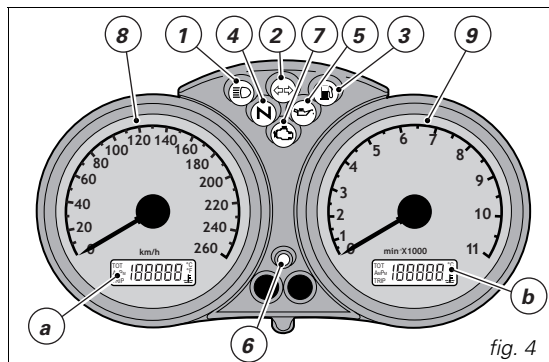

fig. 4
## Tableau de bord (fig. 4)
Cette procédure permet donc à l'usager, en cas de problèmes à l'antidémarrage électronique, de désactiver la fonction "blocage du moteur" signalée par l'allumage du témoin jaune ambre EOBD (7, fig. 4).
Le témoin EOBD (7, fig. 4) s'éteint après une durée préfixée de 8 secondes.
4) Comptez un nombre de clignotements du témoin EOBD (7, fig. 4) équivalent au premier chiffre du code secret.
1) si le code est reconnu, le témoin (6, fig. 4), placé sur le tableau de bord, produit un bref clignotement ; le système de protection a saisi le code de la clé et désactive le blocage du moteur. En appuyant sur le bouton START (3, fig. 14.1), le moteur se met en route.
2) Si le témoin (6, fig. 4) ou le témoin EOBD (7, fig. 4) demeurent allumés, le code n'a pas été saisi. Dans ce cas, il est conseillé de remettre la clé dans la position OFF et ensuite à nouveau dans la position ON ; si le blocage persiste, essayez à nouveau avec l'autre clé noire en dotation.
3) Si le témoin (6, fig. 4) continue de clignoter, cela signifie qu'un signal du système antidémarrage électronique a été rétabli (par exemple avec la procédure de déblocage au moyen de la poignée des gaz). Tournez la clé sur OFF et ensuite sur ON pour rétablir le fonctionnement normal du témoin antidémarrage électronique (voir point 1).